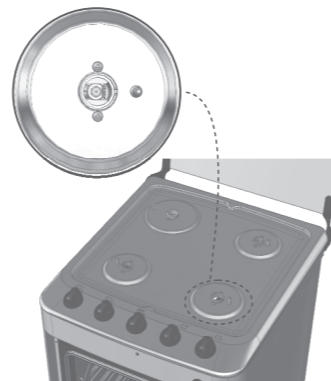

Fig. 19 (Figura meramente ilustrativa)
▶ **ATENÇÃO: Quando for limpar a mesa do fogão, não deixe cair resíduos sobre os injetores (Fig.19).**